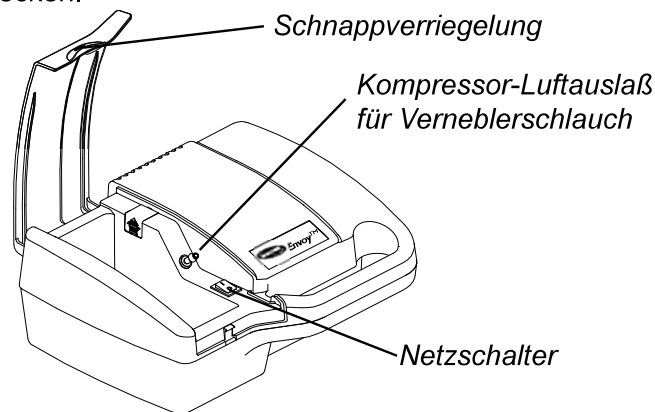

ABB. 1 - KOMPRESSOR-LUFTAUSLASS
4. Ein Ende des Luftschlauchs am Luftauslaß des Kompressors einstecken (**siehe Abb. 1**).